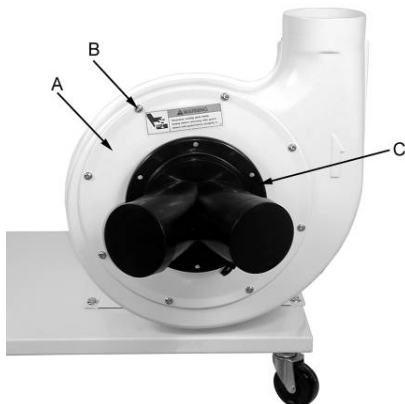

Fig 3
Befestigen Sie die Lüfterabdeckung (A, Fig 3) mit 8 Linsenkopfschrauben (B).